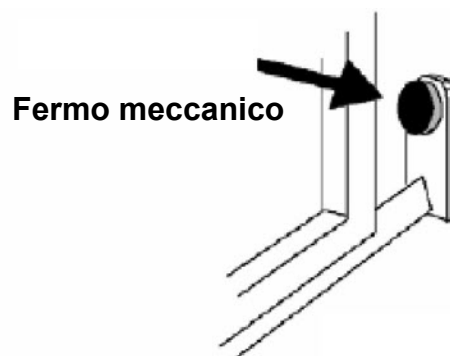
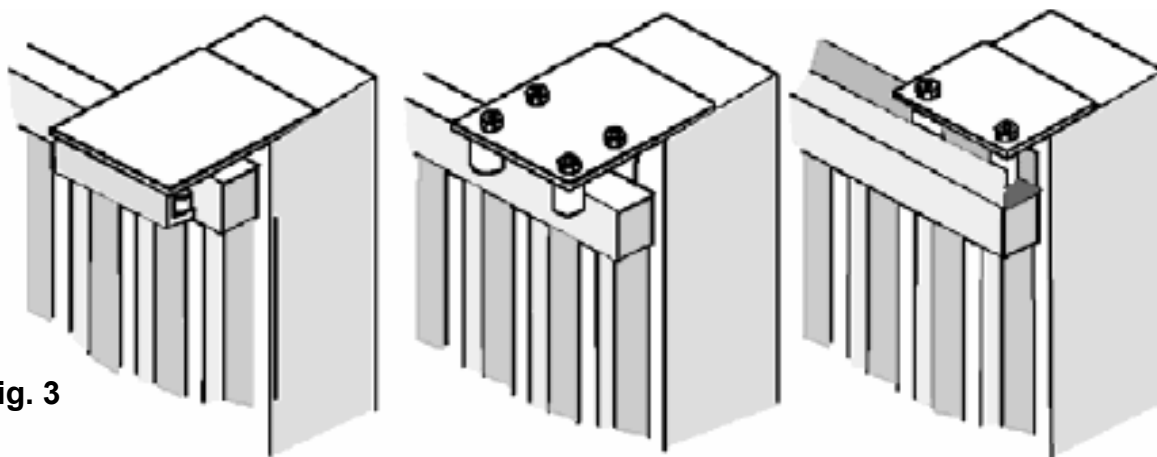

Fig. 2
Fig. 3
- Prima di procedere al montaggio dell'automatismo, si verifichi che il cancello sia perfettamente funzionante, inoltre, è opportuno verificare che la guida di scorrimento a terra (**V. Fig. 1**) non presenti malformazioni, che sia perfettamente a livello e che sia presente il fermo meccanico in apertura (**V. Fig. 2**) al fine di evitare che il cancello esca fuori dalle guide superiori (**V. Fig. 3**)
- Verificare la guida di scorrimento superiore (**V. Fig. 3**) che sia ben salda e il cancello vi scorra liberamente.
Estrarre il carter superiore svitare le viti **A** e togliere la copertura **B**, passare i cavi nella fessura del motoriduttore (Fig.2).
Fissare la cremagliera sul cancello in modo saldo prevedendo una distanza da 2 a 3 mm dal pignone del motore (Fig.3).